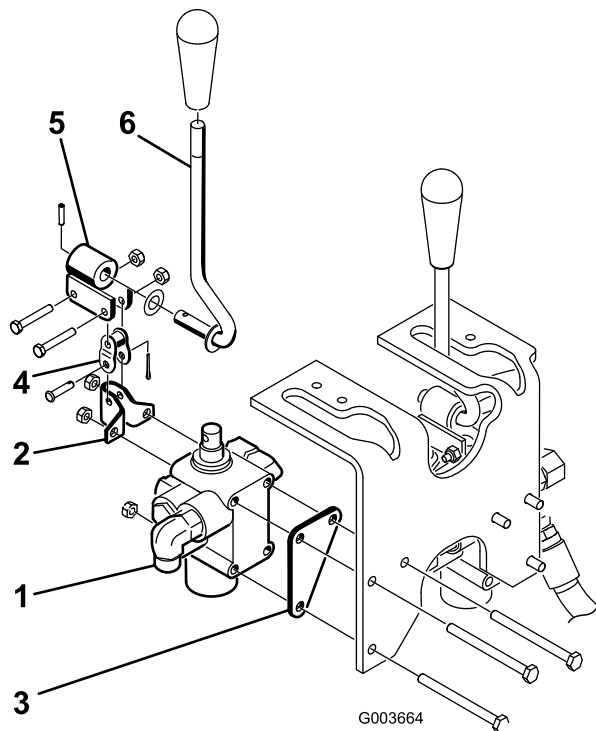

Рисунок 5
2. Установите узел клапана, кронштейн шарнира и пластину клапана на раму, используя 3 болта (1/4 x 3 дюйма) и 3 контргайки (Рисунок 5). При монтаже установите пластину клапана на переднюю сторону элемента рамы. Затяните с моментом 90-110 дюйм-фунт.
3. Свободно закрепите узел шарнирного рычага к золотнику клапана и к промежуточному звену 2 болтами (#10 x 1-1/4 дюйма) и 2 контргайками (Рисунок 5). Не затягивайте болт на этом этапе.